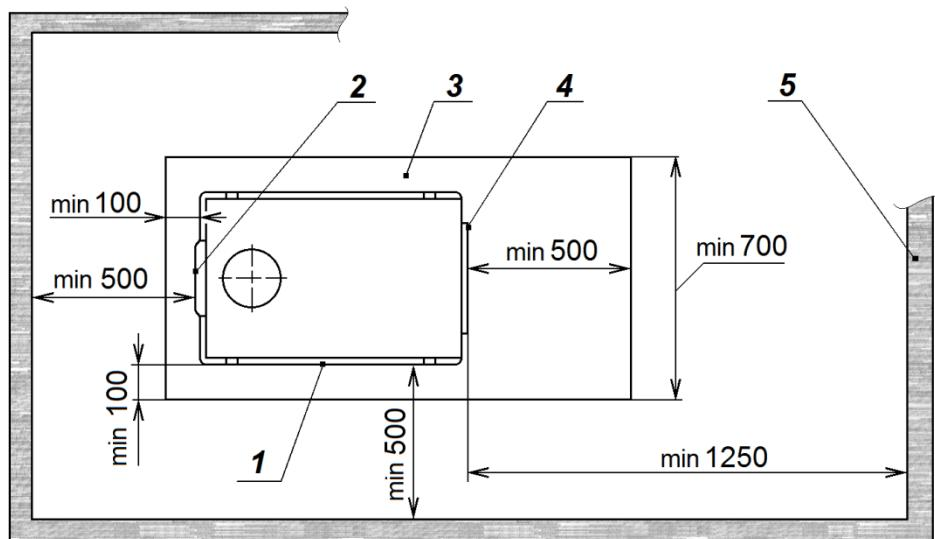

Рисунок 4. Установка печи в помещении:
4.3. Пол под печью должен быть выполнен из несгораемого материала. При установке на сгораемые конструкции здания, печь должна быть установлена на металлический лист толщиной не менее 1мм (см. рис. 4). Перед печью, со стороны топочной дверцы, металлический лист должен выступать не менее чем на 500 мм, а ширина листа должна быть не менее 700 мм.
4.4. Печь устанавливается в помещении с соблюдением минимальных расстояний от стен и предметов из сгораемых материалов (см. рис. 4).